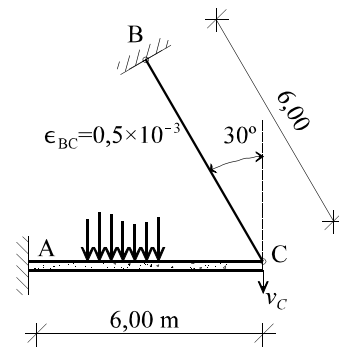

Figura 8
8) La estructura de la figura 8 consta de la ménsula AC atirantada por el cable BC. Bajo la acción de ciertas cargas, el tirante adquiere la deformación unitaria que se anota en la figura. Se pide calcular el movimiento vertical v_C . (Examen enero 2013.)